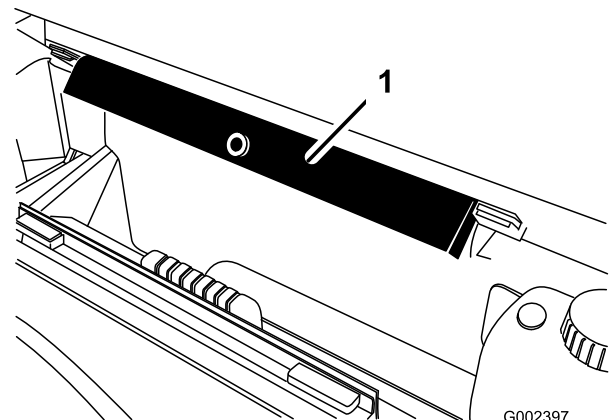

Figure 11
8. Sortez la béquille de sécurité des supports de rangement au dos du panneau du système ROPS (Figure 11).